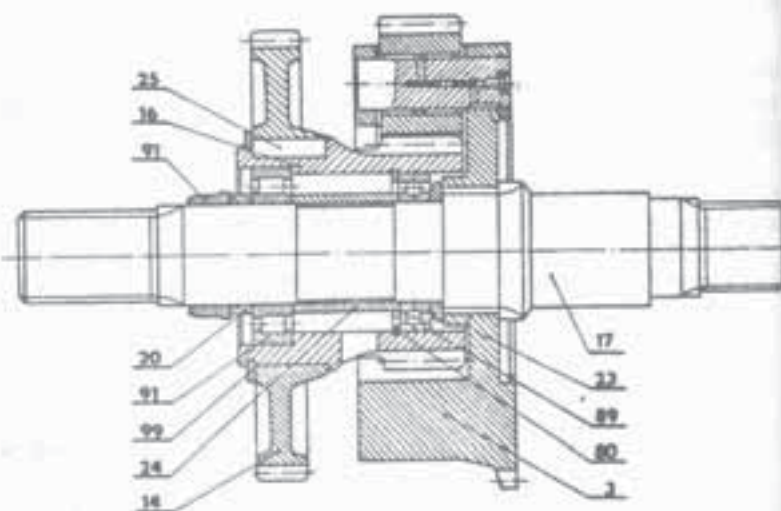

Рис.108.
6. На вал 17 /рис.108/ надеть в сборе планетарную передачу 3, кольцо 32 и шестерню в сборе 16. Вставить дистанционную трубку 24, напрессовать внутреннее кольцо подшипника 91, кольцо 20 и внутреннее кольцо второго подшипника 91.